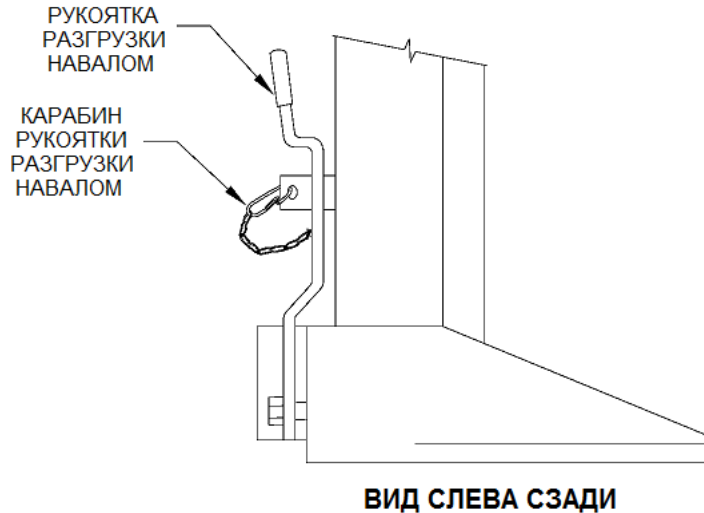

Рис. 5 – Рукоятка разгрузки навалом
6. **Для помещения грузоподъемного борта в транспортировочное положение:** Поднять платформу гидроборта на уровень грузовой платформы автомобиля. Вручную поднять платформу в вертикальное положение. Слегка надавить на платформу, и правый транспортировочный замок закроется путем зацепления с запорным штырем. Поднять и закрыть левый транспортировочный замок путем зацепления с соответствующим запорным штырем. (См. рис. 5)
- a. Отцепить карабин рукоятки разгрузки навалом от запорного выступа. (См. Рис. 5)